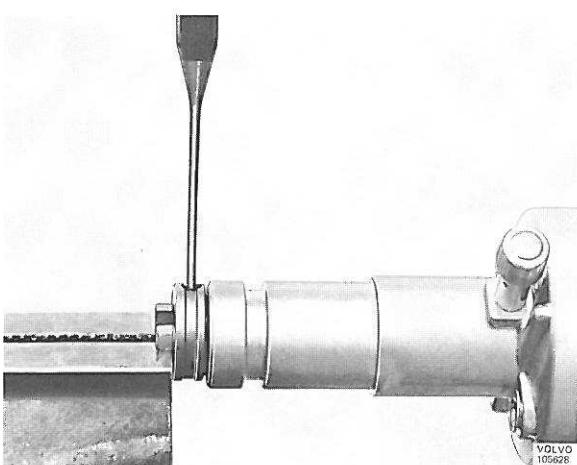

Fig. 3-52. Dépose de goupille d'arrêt
6. Retirer la bague élastique et repérer la position de l'entraîneur par rapport à l'arbre de distributeur. Faire sortir la goupille, fig. 3-52. Enlever l'entraîneur et retirer l'arbre de distributeur vers le haut. Récupérer les rondelles.